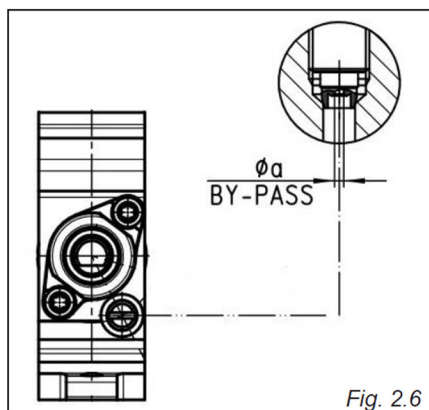

Fig. 2.6
Las válvulas de la placa de cocción están equipadas con válvulas de seguridad; en estas válvulas, el tornillo de ralenti se encuentra en el exterior de la válvula (Fig. 2.6).
- Retire la perilla de la válvula y, utilizando un destornillador, ajuste el tornillo “A” (fig. 2.6) hasta obtener la llama deseada.